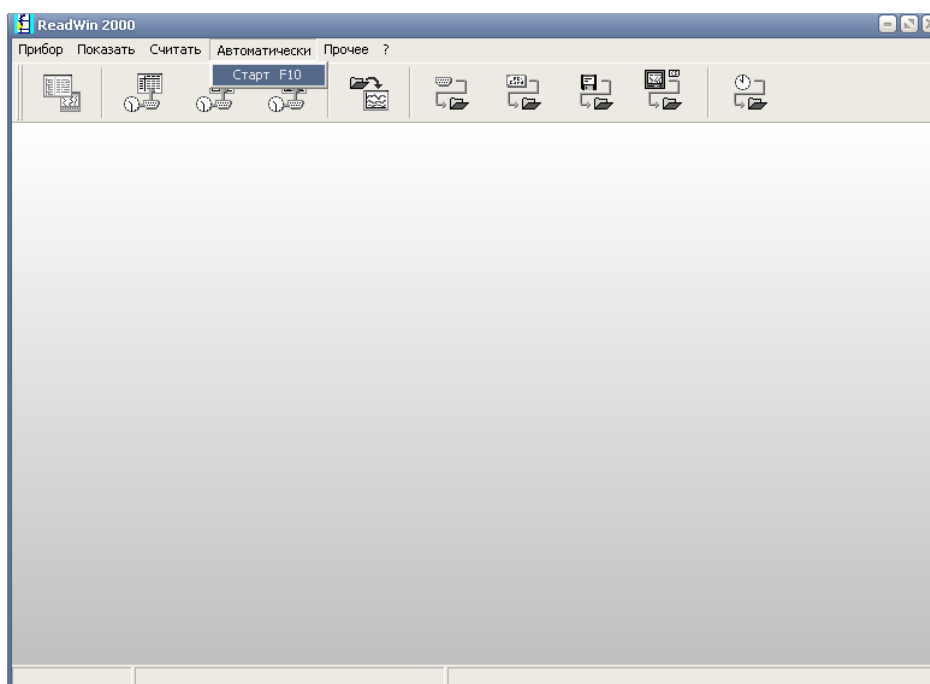

Рис. 15
2. **Закладка «Автоматически» (Рис.15), ей соответствует пиктограмма**